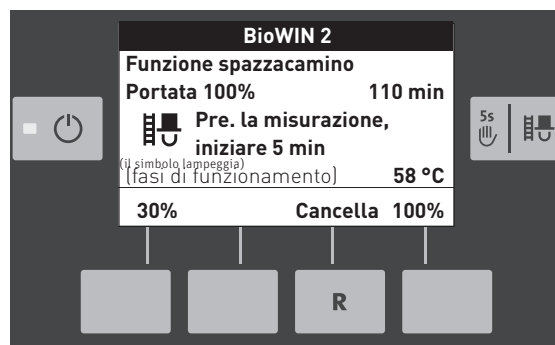

Fig. 20
- Der Kessel wird für die Messung vorbereitet – Fig. 20. La temperatura della caldaia viene regolata a circa 60 °C per 120 minuti.